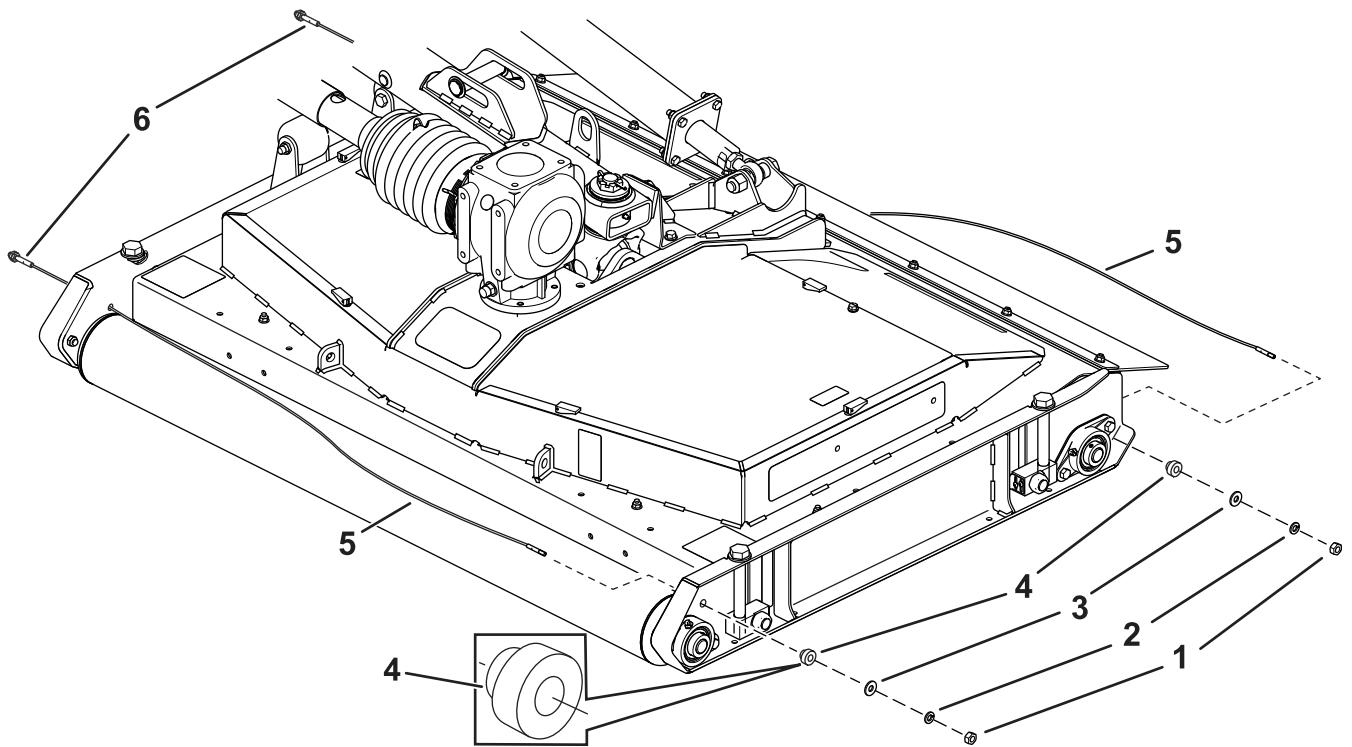

Figura 4
3. Instale o fio na lateral da plataforma do cortador com uma porca, anilha de bloqueio, anilha e casquinho (Figura 4).